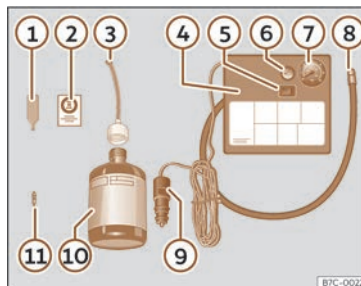

Fig. 39 Représentation standard : contenu du kit anti-crevaison.
Le kit anti-crevaison se trouve dans le coffre à bagages, sous le revêtement de plancher. Il inclut les composants suivants >>> fig. 39 : »
- Dévissez le capuchon et l'obus de la valve du pneu. Utilisez l'appareil»» fig. 39 ① pour extraire l'obus. Placez-le sur une surface propre.
- Agitez fortement la bouteille de produit de colmatage des pneus»» fig. 39 ⑩.
- Vissez le tuyau de gonflage»» fig. 39 ③ sur la bouteille de produit de colmatage. Le plombage du goulot de la bouteille est automatiquement percé.
- Retirez le bouchon du tuyau de remplissage»» fig. 39 ③, puis vissez l'extrémité ouverte du tuyau sur la valve du pneu.
- Placez de nouveau l'obus de valve sur la valve du pneu avec l'outil»» fig. 39 ①.
- Vissez le tuyau de gonflage du pneu du compresseur»» fig. 39 ⑧ sur la valve du pneu.
- Vérifiez si la vis d'évacuation d'air est serrée»» fig. 39 ⑥.
- Branchez le connecteur»» fig. 39 ⑨ à une prise de courant de 12 volts du véhicule »» page 167.
- Raccordez le compresseur d'air au commutateur ON/OFF»» fig. 39 ⑤.
- Collez l'autocollant >>> **fig. 39** ② sur le combiné d'instruments, dans le champ de vision du conducteur.
Revissez le tuyau de gonflage >>> **fig. 39** ⑤ et vérifiez la pression du manomètre ⑥.